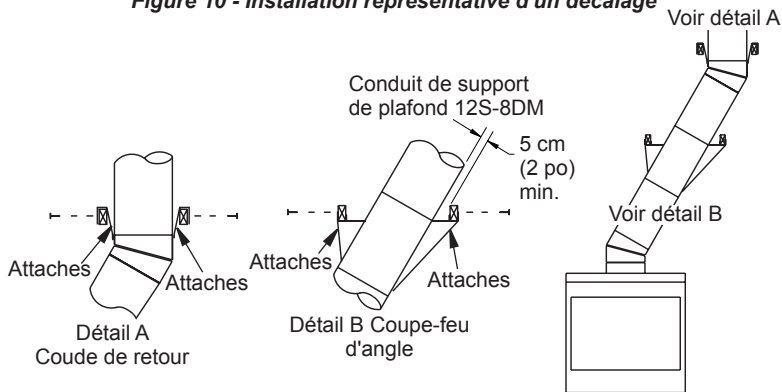

Figure 11 - Conduit de support de plafond 12S-8DM
2. Le poids de la cheminée au-dessus du décalage repose sur le coude de retour. Des attaches doivent être solidement clouées aux solives ou aux chevrons (voir figure 11, détails A et B, page 10).